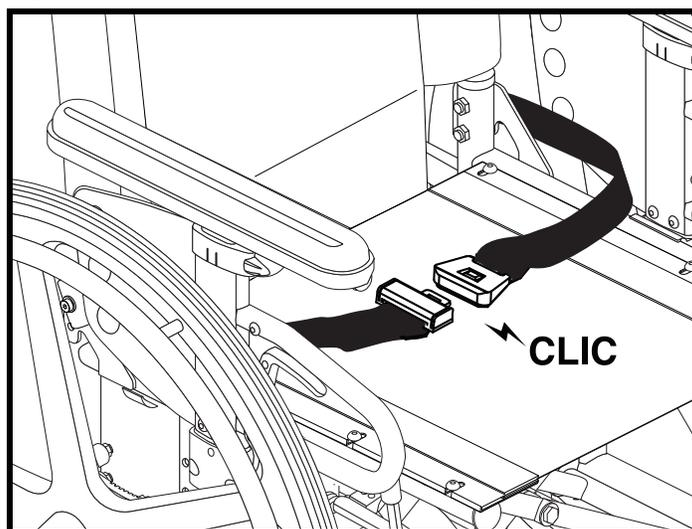

Figure 44. Réglage du ceinture de positionnement
1. Prenez place sur le fauteuil, insérez l'onglet de métal dans le boîtier en plastique sur le côté opposé jusqu'à ce que le « clic » se fasse entendre. Voir la figure 44.